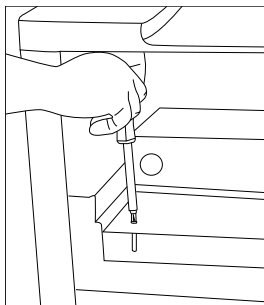

Рис.4
1. Снимите защиту от щепок открутив винты(Рис.4).